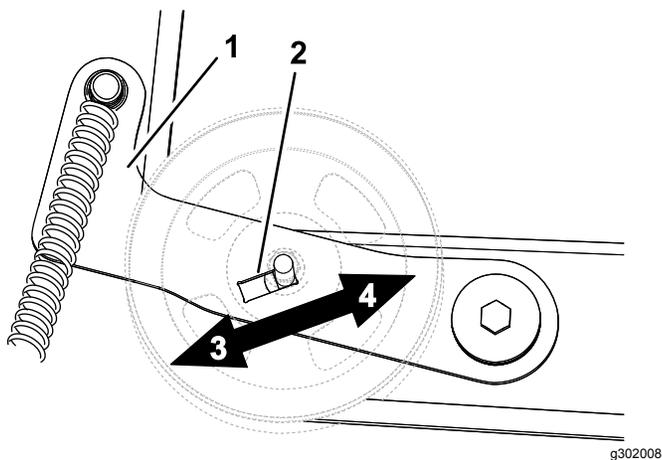

Рисунок 55
5. Отрегулируйте положение шкива в пазу по мере необходимости (Рисунок 55).